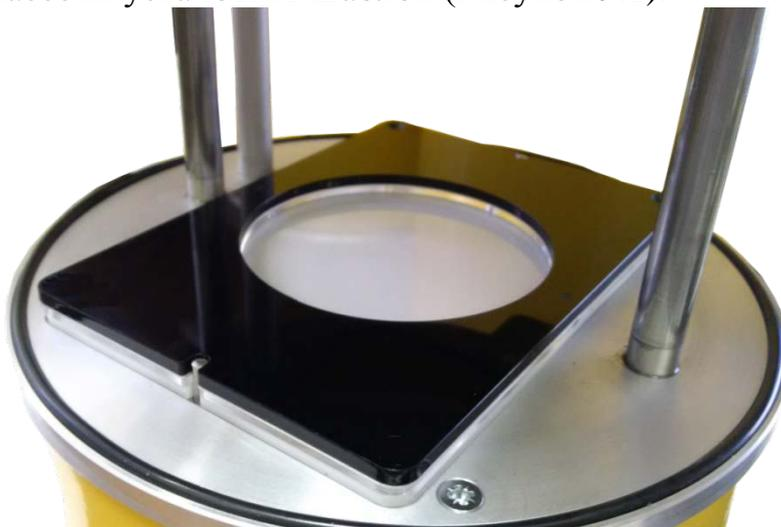

Рисунок 9.1. Установленный шаблон
2. На место кассеты установить шаблон (Рисунок 9.1).